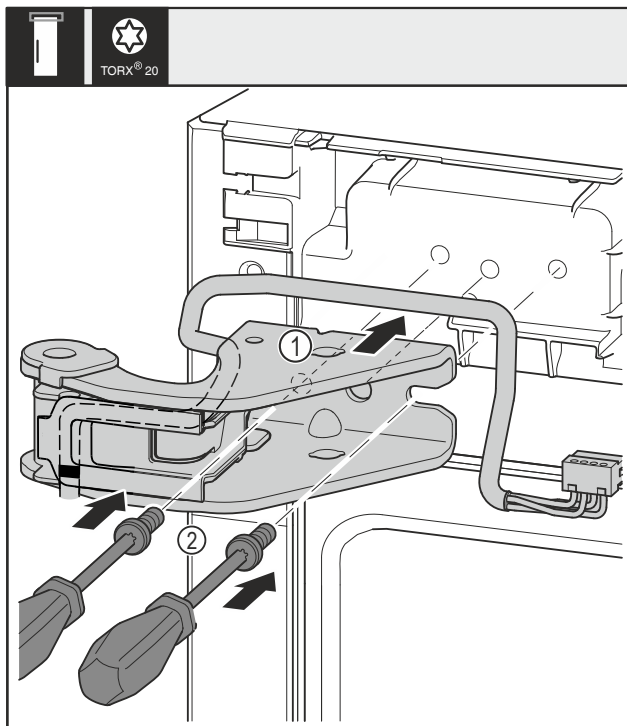

Fig. 31
- ▶ Przyłożyć górną płytkę zawiasu Fig. 31 (1).
- ▶ Włożyć śruby Fig. 31 (2) przy użyciu śrubokręta i mocno dokręcić.